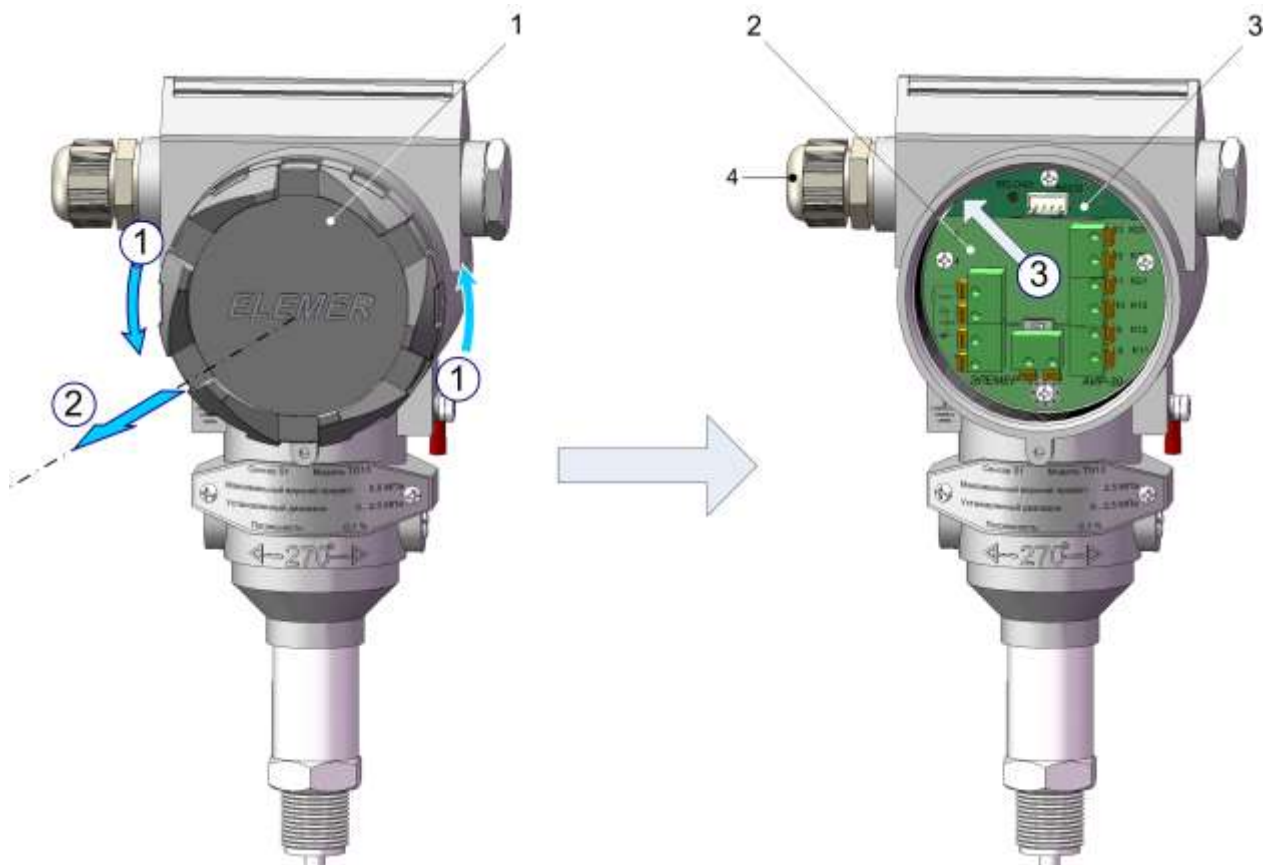

Рисунок 2.11
- отвинтить (в направлении стрелок **1**) и убрать (стрелка **2**) заднюю крышку 1 (см. рисунок 2.11);
Для доступа к элементам коммутации и контроля АИР-30 необходимо отвинтить (в направлении стрелок 1) и убрать (стрелка 2) заднюю крышку 1 (см. рисунок 2.11).